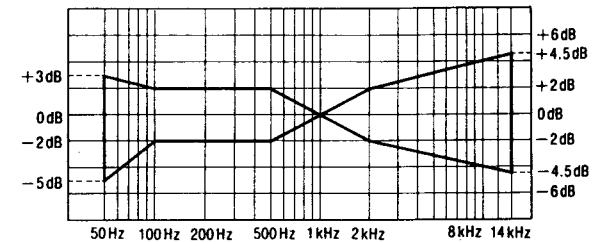

Abb. 9
6. Anschließend das auf der CrO₂-Leercassette (QZZCRX) und der Reineisenband-Leercassette (QZZCRZ) aufgezeichnete Signal auf 14kHz erhöhen und auf gleiche Weise justieren, wie vorgehend beschrieben. Dann überprüfen, ob der Frequenzpegel innerhalb des in Abb. 9 gezeigten Bereichs liegt.